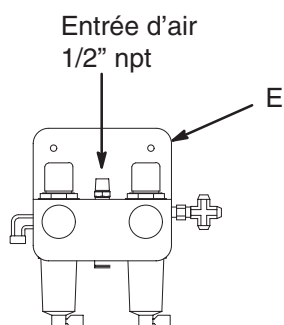

Fig. 3.11
1. Une tuyauterie d'air de 7,6 m est fournie avec le kit de régulation d'air (E). Voir Fig. 3.11.